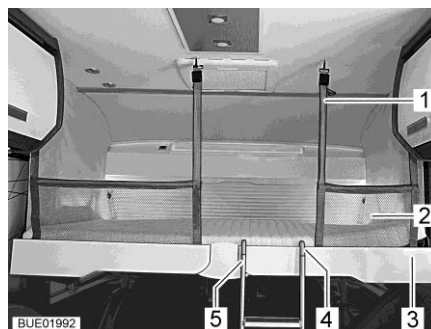

Fig. 139 Lit escamotable avec filet de sécurité tendu
Quand il y a un filet de sécurité (Fig. 139,2), ce dernier se trouve sous le matelas du lit escamotable avec les sangles de sécurité. Ne tendre le filet de sécurité qu'une fois que les personnes se trouvent dans le lit escamotable.
- Suspendre les sangles de sécurité (Fig. 139,1) aux crochets situés au plafond.